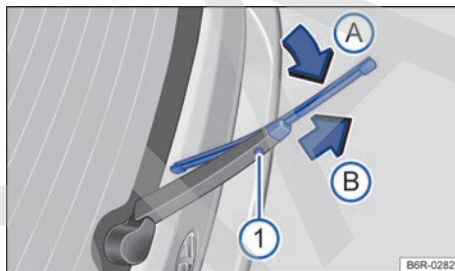

Fig. 186 Cambio de la escobilla del limpialuneta.
- Mantenga pulsada la tecla de desbloqueo ⇒ fig. 186 ①.
- Doble la escobilla en dirección al brazo de la misma ⇒ fig. 186 (flecha ①) y tire al mismo tiempo en el sentido de la flecha ②. Es probable que tenga que emplear bastante fuerza.
- Inserte una escobilla nueva de la **misma longitud y tipo** en el brazo portaescobillas en el sentido contrario al de la flecha ③ hasta que encastre. Para ello la escobilla deberá estar desplegada (flecha ④).